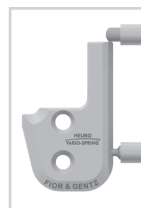

図10
- 4 組み立て補助具をカバープレートと一緒に、万力から外します(図10)。